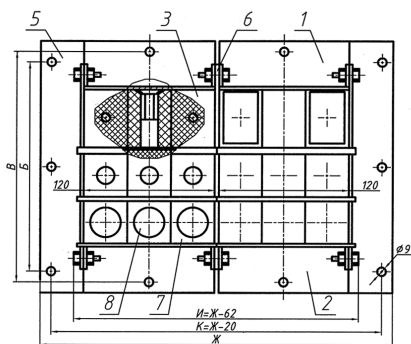

Рис.1
1. Собрать раму в соответствии с Рис. 1.